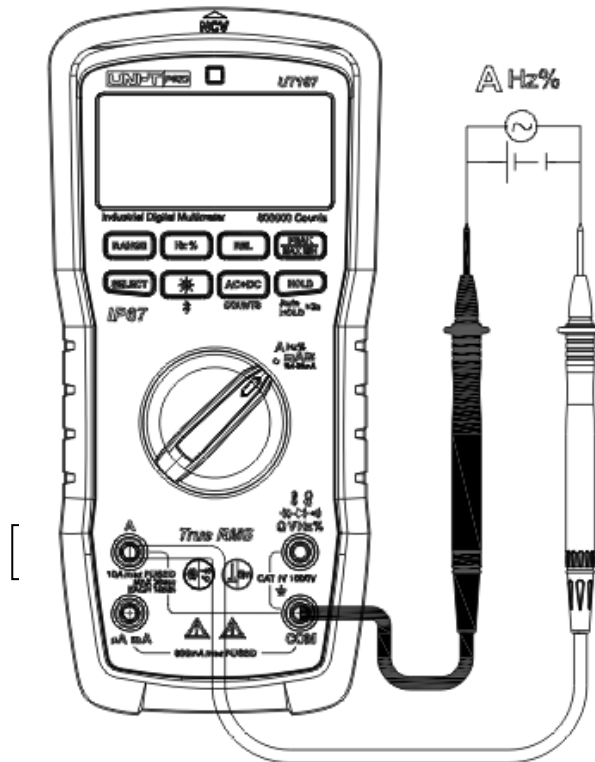

Abbildung 14
11. AC/DC A-Messung (Abbildung 14)